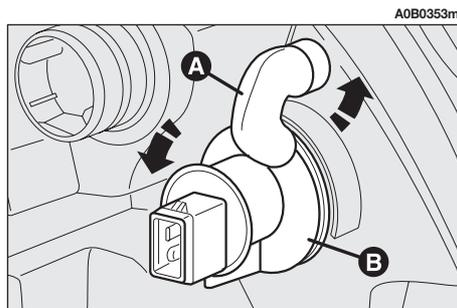

fig. 29
- Ruotare in senso antiorario il cappuccio (**A-fig. 29**).